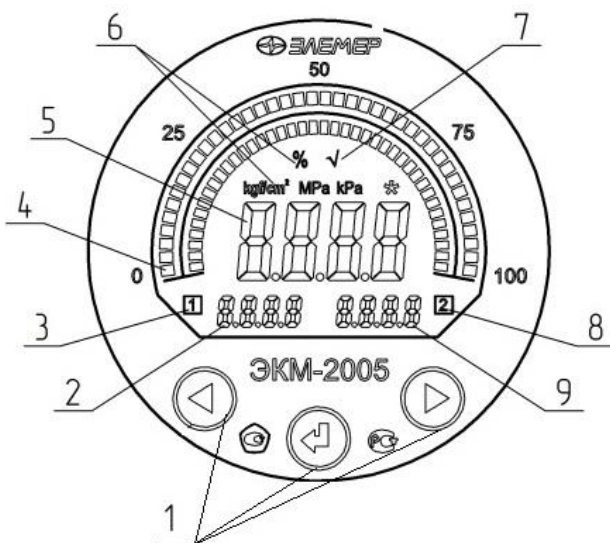
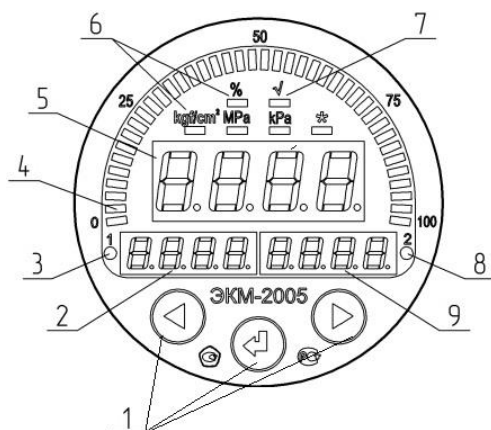

Рисунок 2.1
Рисунок 2.2
- 5 – поле основного индикатора: ЖК – индикатор (см. рисунок 2.1) и СД-индикатор (см. рисунок 2.2);